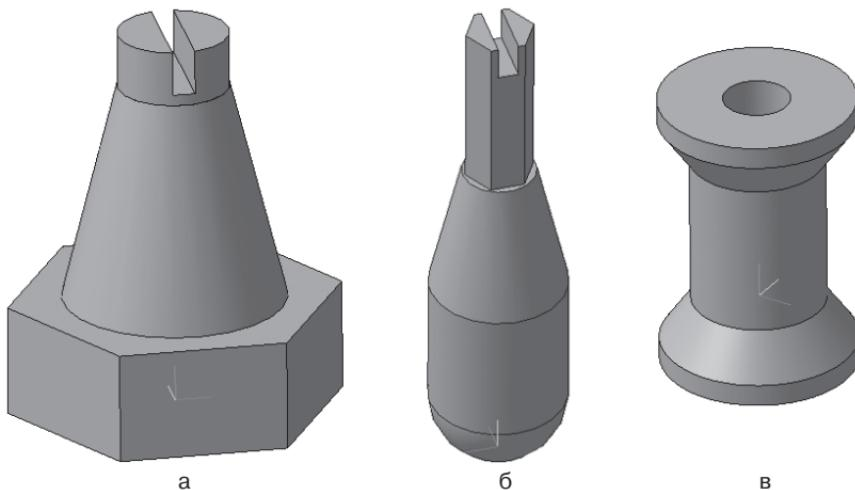

Рис. 155. Задание для самостоятельной работы
1. Создайте предмет (рис. 155, а), используя команды **Операция выдавливания**, **При克莱ить выдавливанием** и **Вырезать выдавливанием**. Правильная прямая шестиугольная призма (радиус описанной окружности 30 мм, выдавить на 20 мм). Усеченный конус (радиус 20 мм, при克莱ить выдавливанием на 40 мм, **Уклон 1** внутрь, **Угол 1** равен 14°). Цилиндр (радиус 10 мм, при克莱ить выдавливанием на 10 мм, **Угол 1** равен 0°). Параллелепипед (высота больше диаметра окружности, например 30 мм, ширина 4 мм – используйте команду прямоугольник по центру и вершине; вырезать выдавливанием на 8 мм).
2. Создайте предмет (рис. 155, б), используя команды **Операция вращения**, **Приклейте выдавливанием** и **Вырезать выдавливанием**. Полушар (дуга радиусом 20 мм – **Операция вращения**, **Сфераоид**). Цилиндр (радиус 20 мм, приклейте выдавливанием на 40 мм). Усеченный конус (радиус 20 мм, приклейте выдавливанием на 40 мм, **Уклон 1** внутрь, **Угол 1** равен 13°). Правильная прямая шестиугольная призма (радиус описанной окружности 10 мм, приклейте выдавливанием на 50 мм, **Угол 1** равен 0°). Параллелепипед (высота больше диаметра описанной окружности, например 24 мм, ширина 6 мм – используйте команду **прямоугольник по центру** и **вершине**; вырезать выдавливанием на 10 мм).
3. Создайте предмет (рис. 155, в), используя команды **Операция выдавливания**, **Приклейте выдавливанием** и **Вырезать выдавливанием**. Цилиндр (радиус 30 мм, выдавить на 70 мм). Усеченный конус (радиус 30 мм, приклейте выдавливанием на 20 мм, **Уклон 1** наружу, **Угол 1** равен 35°). Цилиндр (радиус 44 мм, приклейте выдавливание на 10 мм, **Угол 1** равен 0°). Цилиндр и усеченный конус приклейте с двух сторон. Цилиндр (радиус 15 мм, вырезать через все).